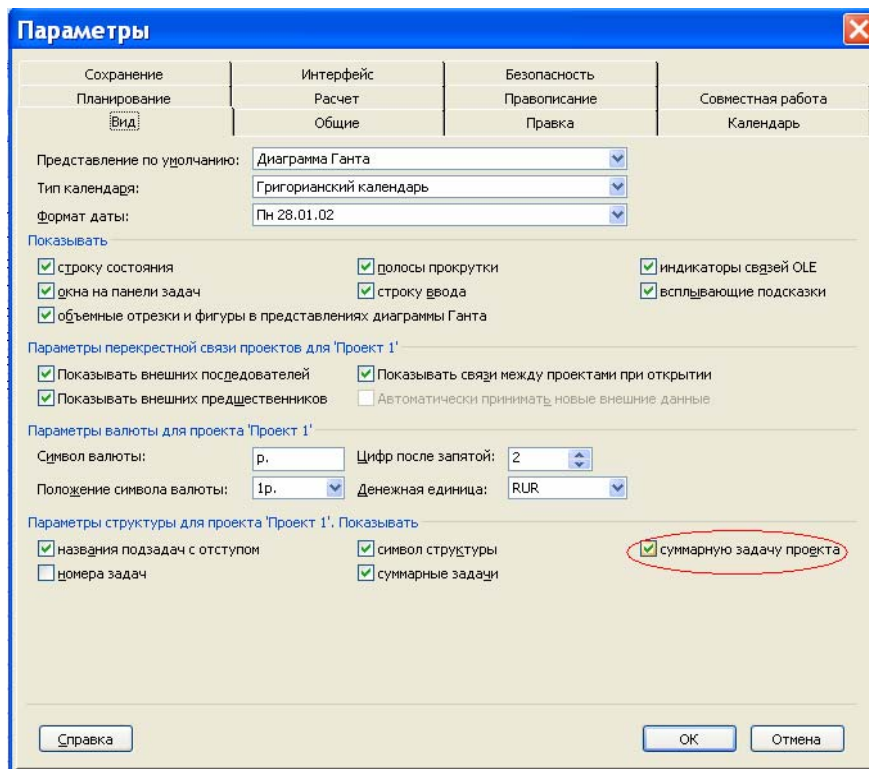

Рис.3. Установка параметров
1. Чтобы получить возможность видеть суммарные данные по проекту в меню Сервис Параметры Вид установить флажок показывать Суммарную задачу проекта (рис. 3).